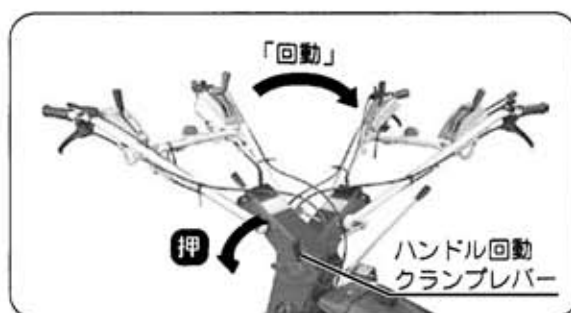

図54
- ② ハンドル回動クランプレバーを押し下げて、ハンドルを時計回り[左方向]にゆっくり旋回して、逆転の位置で固定してください。(図54)